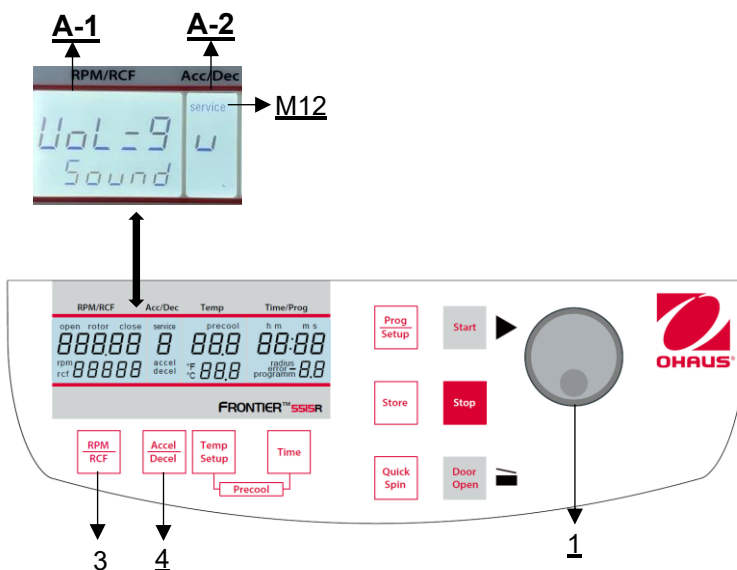

Figura 32
Procedere come descritto al punto 4.1.1 per entrare in questa modalità di programma e poi premere il tasto **"Accel/Decel"** (4). Sul display **"Acc/Dec"** (A-2) lampeggia la parola **"Service"** (M12). Selezionare ora la lettera **"U"** con il bottone di regolazione (1). Sul display **"RPM | RCF"** (A-1) appare la scritta "Vol=9/Sound". Dopo aver premuto il tasto **"RPM | RCF"** (3), è possibile regolare il volume desiderato tra 0 (basso) e 9 (alto) con la manopola di regolazione (1) (vedere Figura 32).